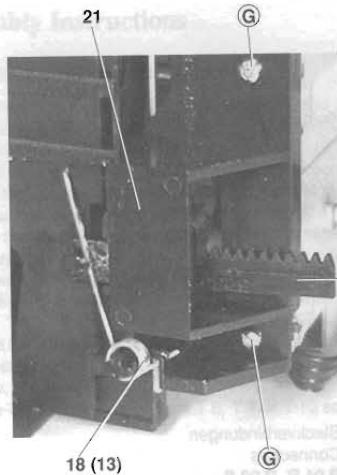

Fig. 7
Achten Sie dabei auf die Zahnräder 25 und die Federn 13 und 18 der Kassettenfachklappen (Fig. 7).
Take care of the toothed racks 25 and the springs 13 and 18 of the cassette compartment lid (Fig. 7).
- Achten Sie auf die Zahnstangen **25** und die Cassettenfachklappen-Federn **13, 18** (Fig. 7).
- Take care of the toothed racks **25** and the springs **13, 18** of the cassette compartment lid (Fig. 7).